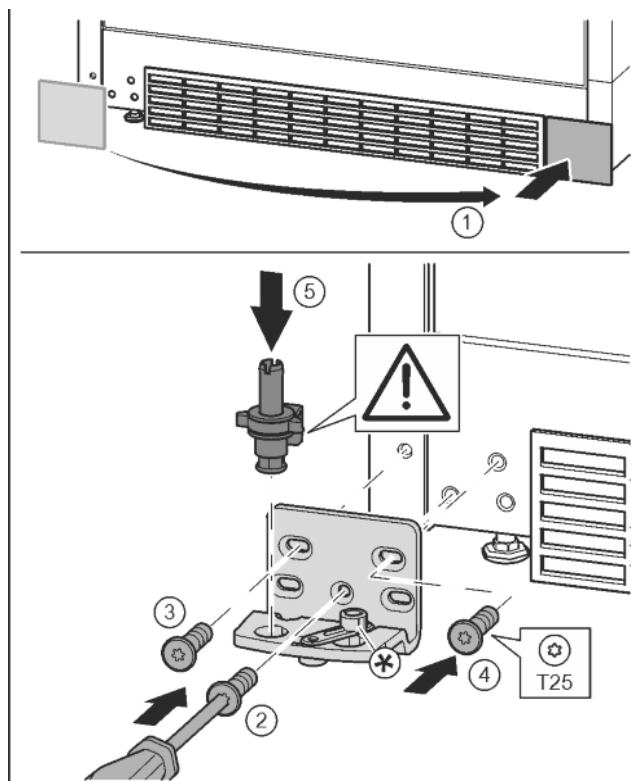

Fig. 13
- ▶ Detașați capacul și montați-l pe partea opusă. Fig. 13 (1)
- ▶ Aplicați suportul de lagăr pe partea opusă și înșurubați-l cu ajutorul unei șurubelnițe T25. Începeți cu șurubul 2 de jos din centru. Fig. 13 (2)
- ▶ Înșurubați ferm șurubul 3 și 4. Fig. 13 (3, 4)
- ▶ Introduceți complet bolțul de lagăr. Aveți grijă aici ca respectiva camă de cuplare să fie îndreptată către înapoi. Fig. 13 (5)